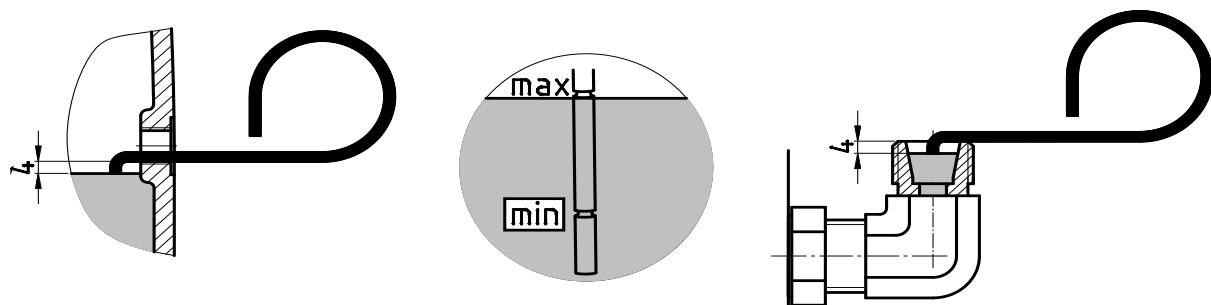

図 27: オイルレベルゲージによるオイルレベルの点検
- 構造形状 M4 (V1 および V5) での標準ヘリカルギヤユニットは、オイルレベルの点検用に、図 27 (右図) に示された曲げパイプを有しています。この曲げパイプは、垂直上向きになっていなければなりません。オイルレベルの点検前にネジを緩めて加圧式エアベントを外します。
- ギヤユニット内のオイルレベルを付属のオイルレベルゲージ (部品番号: 283 0050) で、図 27 (左右の図) に示されているように点検します。このとき、オイルレベルゲージのオイルに浸る部分を垂直に保持します。
オイルレベルは、オイルリザーバ内のディップスティック（ねじ山 G1½）付き止めねじを使って点検します。ディップスティックを完全にねじ込んだときに、オイルレベルが下マークと上マークの間になければなりません図 27(中央の図)。このギヤユニットは、7.1 章 "構造形状と取付け位置" 章に示されている構造形状でのみ作動させてください。